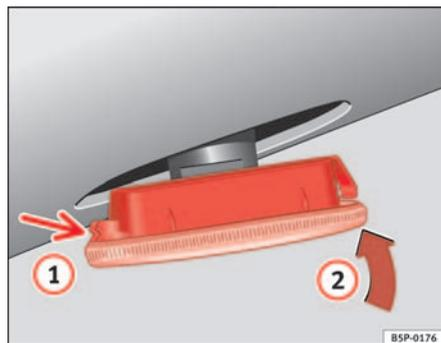

Fig. 186 Clignotant latéral
- Posez d'abord le clignotant dans le trou de la carrosserie, en emboîtant les languettes ⇒ fig. 186, flèche ①.
- Emboîtez la lampe comme indiqué sur la flèche ② ⇒ fig. 186 ■